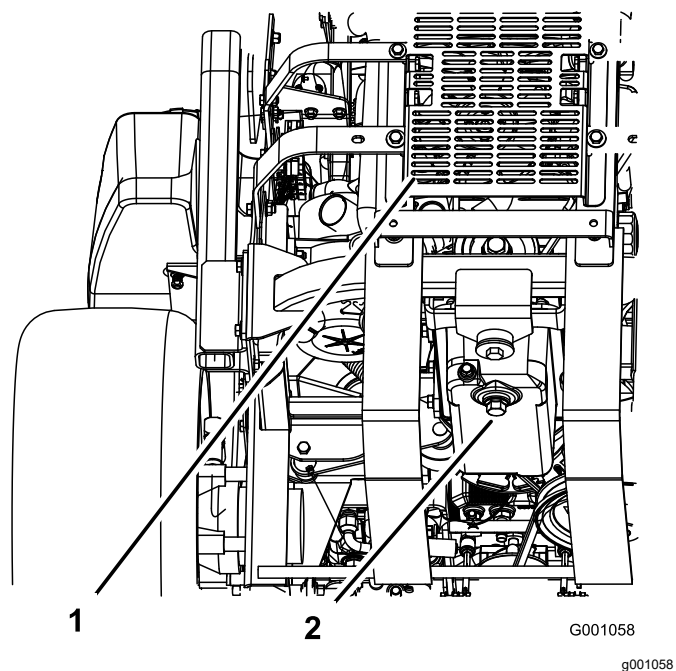

Figura 61
5. Coloque um recipiente debaixo do orifício de escoamento de óleo. Retire o tampão de escoamento e deixe o óleo escoar completamente (Figura 61).